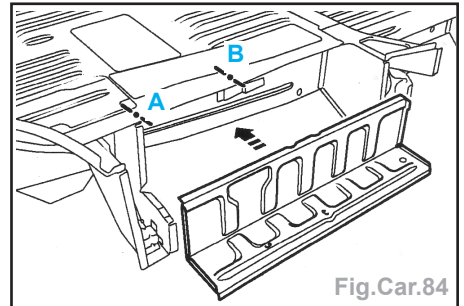

Fig.Car.84
**Remplacement** (Fig.Car.84 à 86)